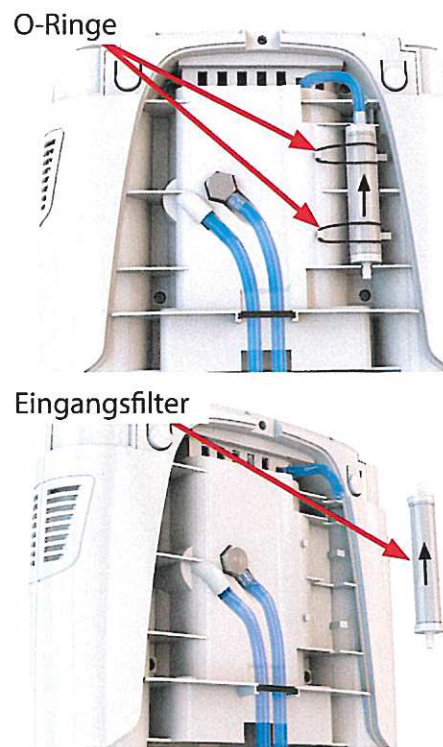

Fig. 9
4. Um die obere Abdeckung des Gerätes zu entfernen, drücken Sie die vier Entriegelungsknöpfe, die sich oben am Gerät befinden, siehe Abb. 9